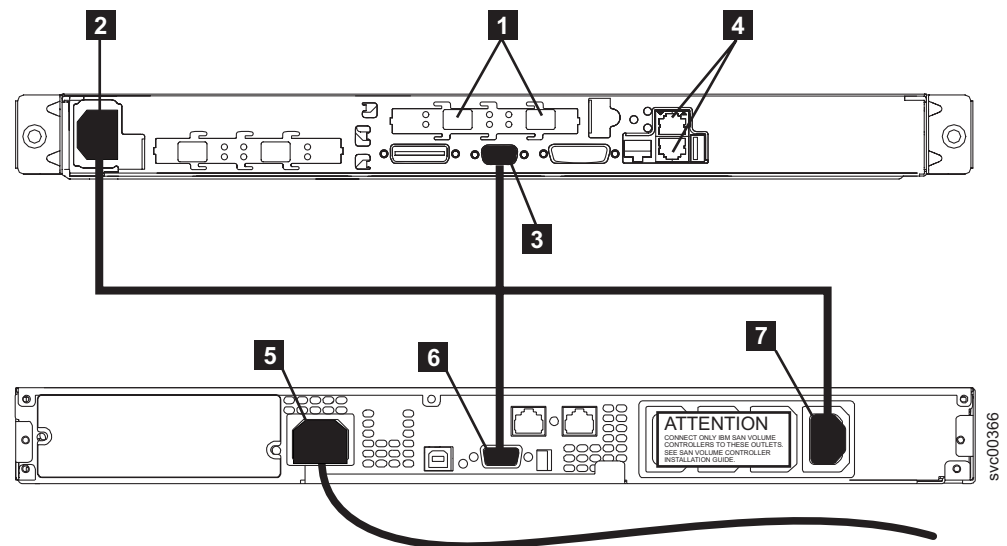

図 97. SAN ボリューム・コントローラー 2145-4F2 の電源ケーブルを 2145 UPS-1U に接続します。
1. SAN ボリューム・コントローラー 2145-4F2 の背面に、電源コネクター (図 97 の **2**) に結合された電源およびシリアル・ケーブルを差し込んでください。